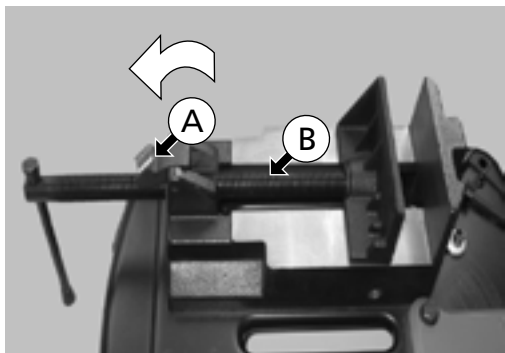

Fig. 15
1. Levante e rode o parafuso (A) "meio passo de rosca" na direcção da seta - (Fig. 15).
Elementos da Fig. 15 - 18